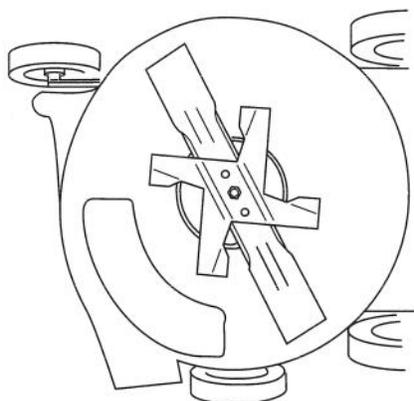

Figure 23
2. Basculer la tondeuse sur son côté droit (Fig. 23).